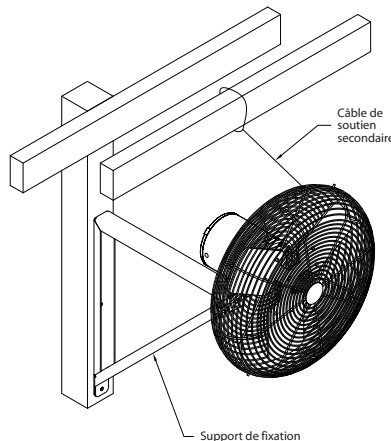

Figure 5 — Fixation du câble au soutien le plus proche
4. Passer l'autre bout du câble autour d'une robuste solive, poutre, ferme ou autre soutien du bâtiment près du ventilateur, comme sur la Figure 5. Ravalier tout l'excès de mou dans le câble. Si le ventilateur est un modèle oscillant posé au mur, prévoir suffisamment de mou pour permettre son mouvement libre sur toute sa course.